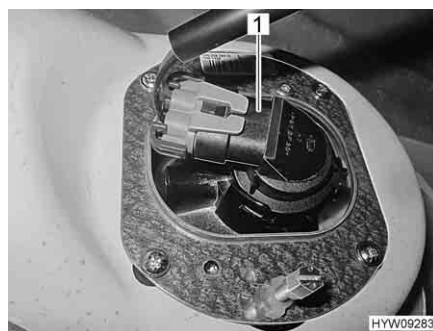

Fig. 218 Luce con regolazione in curva/
- Afferrare la parte posteriore dei fari combinati per luce con regolazione in curva/luce fendinebbia, ruotare il supporto (Fig. 218,1) con la lampada ad incandescenza in senso antiorario ed estrarre dall'alloggiamento dei fari.
- Inserire il supporto (Fig. 218,1) con la lampada ad incandescenza da dietro nell'alloggiamento dei fari e ruotare in senso orario. Il supporto scatta in posizione.